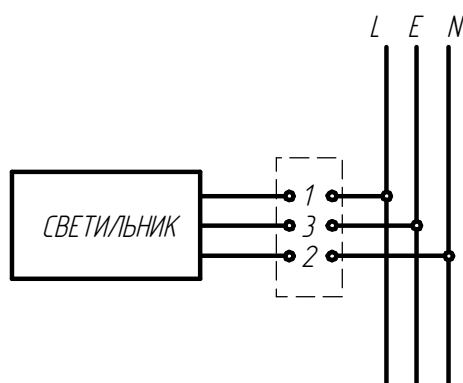

Рисунок 2 - Схема подключения к сети светильников.
6.5 Присоедините сетевые провода к клеммной колодке (коннектору) согласно схеме электрической (рис.2).